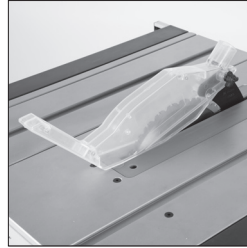

Abb. 17
- Der Fixierstift der Schutzhaube sollte durch das Loch im Spaltkeil gestellt sein, auf der anderen Seite eine Zwischenscheibe und eine Feststelmutter. Die Schutzhaube muss sich leicht nach oben und unten bewegen lassen, deshalb ziehen Sie die Mutter nicht zu fest an. (**Abb. 17**).